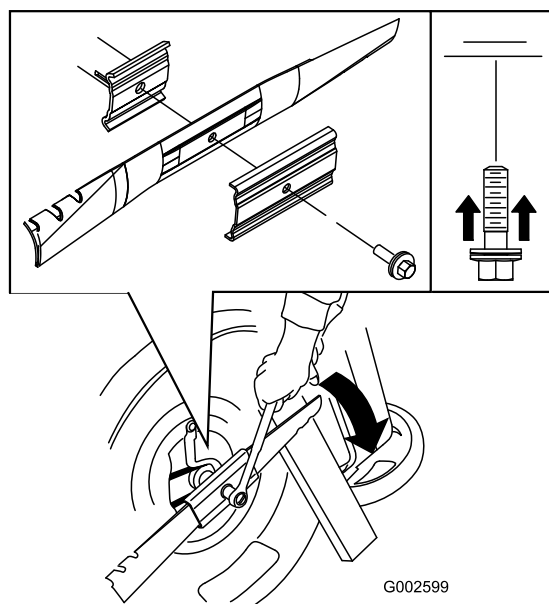

Figura 29
5. Montate la lama nuova (ruotate il bullone della lama in senso orario) e tutti gli elementi di fissaggio (Figura 29).